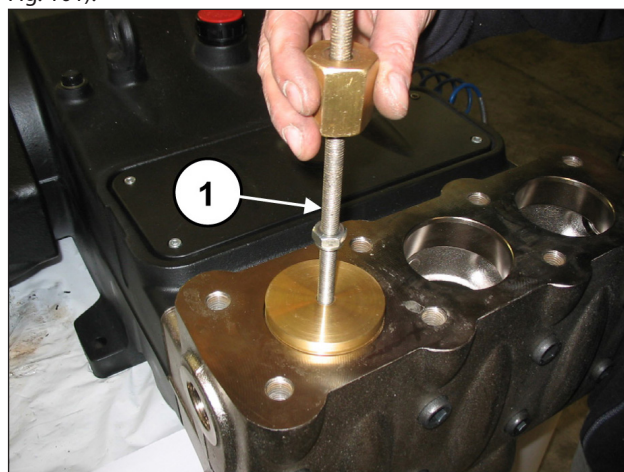

Fig. 101
Extraire le couvre-soupapes à l'aide d'un extracteur à inertie à appliquer au trou taraudé M10 du couvre-soupapes (rep. ①, Fig. 101).